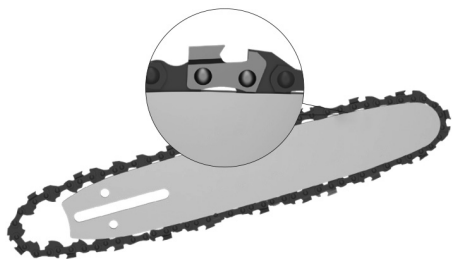

Рис. 9. Направление вращения цепи
3. Установите ведущие звенья пильной цепи в паз направляющей шины. При установке цепи следите за тем, чтобы режущая кромка зуба была расположена вперед по ходу движения цепи, как это показано на Рис. 9.